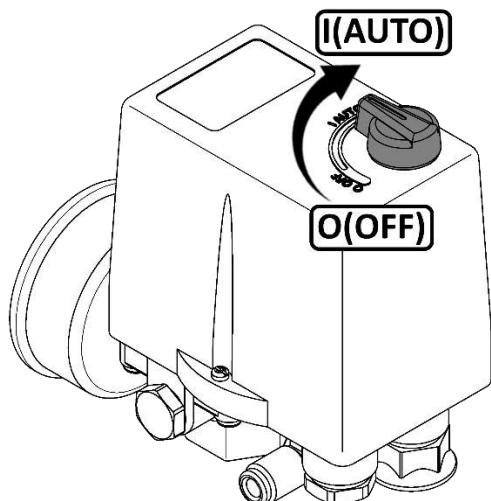

Рисунок 3
- Проверьте, чтобы выключатель на реле давления находился в выключенном положении "O" или "OFF", в зависимости от исполнения (рис. 3).
- Выключить компрессор выключателем **3** на реле давления (рис. 4-5). Для этого необходимо переключить выключатель в положение "O" или "OFF", в зависимости от исполнения (рис. 3). После этого остановится электродвигатель и произойдет сброс давления из нагнетательного воздухопровода и поршневого блока.
- Переключите выключатель **3** на реле давления в положение "**O**" или "**OFF**", в зависимости от исполнения (рис. 3).